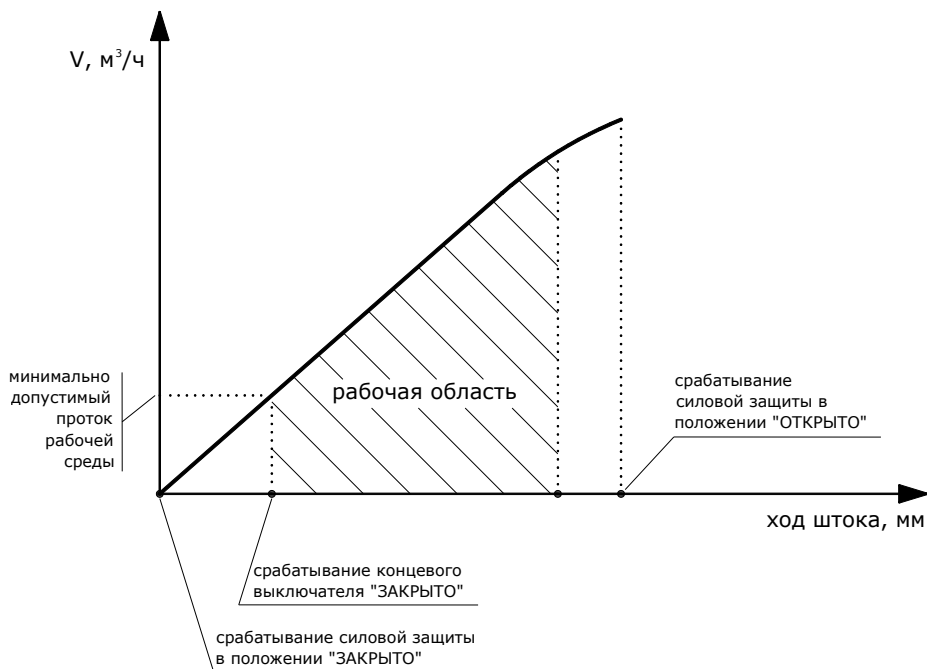

Рис. 6.3
График, иллюстрирующий срабатывание силовой защиты и конечного выключателя при работе клапана с установленным минимально допустимым протоком рабочей среды (для системы отопления), приведен на рис. 6.3.
1. В автоматическом режиме установить шток в положение, обеспечивающее минимально допустимый проток рабочей среды (см. рис. 6.3).